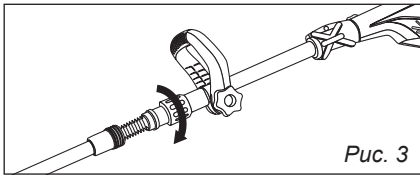

Рис. 3
1. Соедините винтовой хомут штанги и зафиксируйте его с помощью гайки (рис. 3).